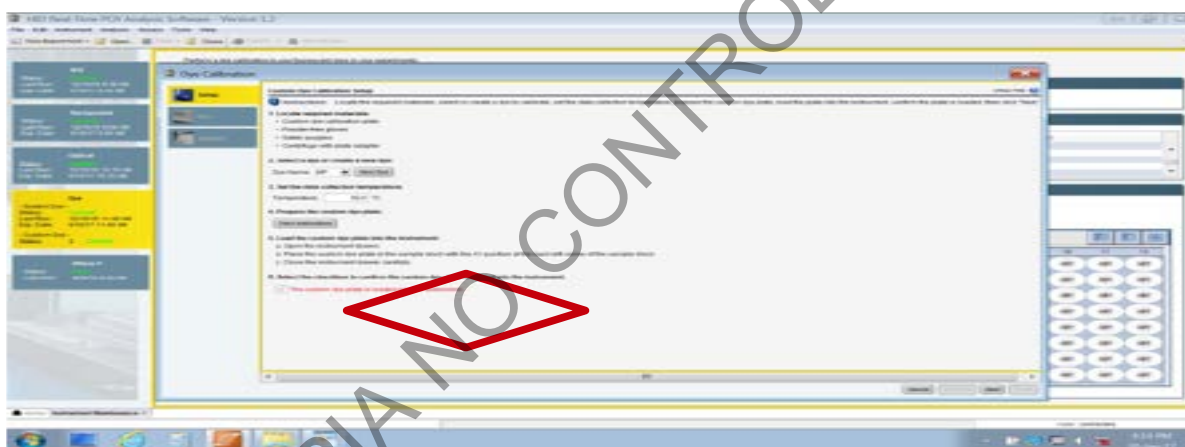

Figura 29. Pantalla con las opciones de calibración *Mustang purple*, ubicado en la lista desplegable *Dye name*.
**7.4.4.13** Seleccione (colocando una marca) en el punto 6 del cuadro de dialogo. Ver figura 29.